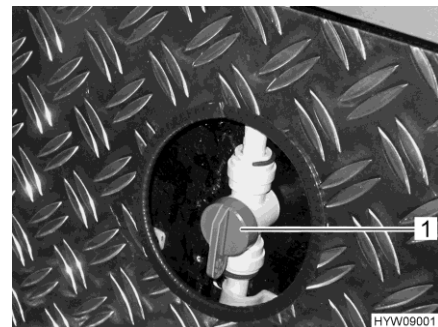

Bild 126 Vorlaufventil (Beheizung Heckgarage)
- Griff (Bild 126,1) am Vorlaufventil für die Heckgaragenheizung parallel zur Heizleitung stellen. Die Heckgaragenheizung arbeitet jetzt mit maximaler Leistung.
- Heizleistung regeln:* ■ Griff (Bild 126,1) am Vorlaufventil für die Heckgaragenheizung in beliebige Stellung stellen. Die Warmwasserverteilung zur Heckgarage kann auf diese Weise stufenlos eingestellt werden.
- Heckgaragenheizung ausschalten:* ■ Griff (Bild 126,1) am Vorlaufventil für die Heckgaragenheizung quer zur Heizleitung stellen. Die Heckgaragenheizung ist jetzt ausgeschaltet.